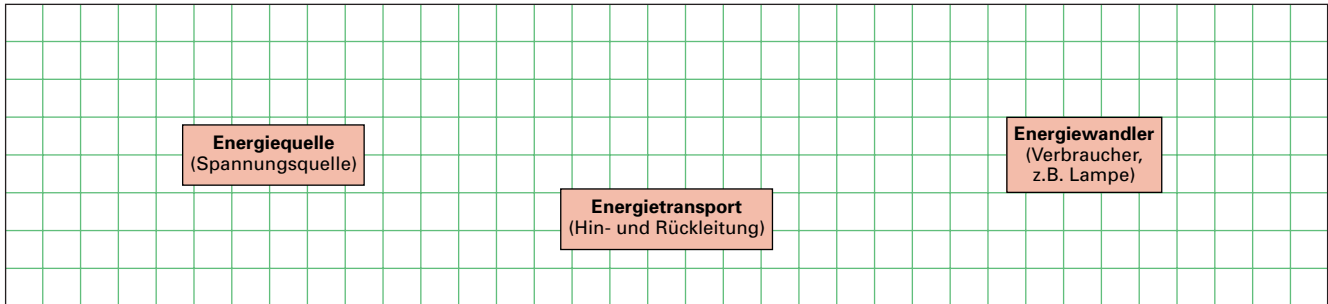

Bild 2: Schaltplan des Stromkreises für die Stehleuchte
2. Ergänzen Sie in Bild 2 den Stromlaufplan (Schaltplan) für die Stehleuchte.